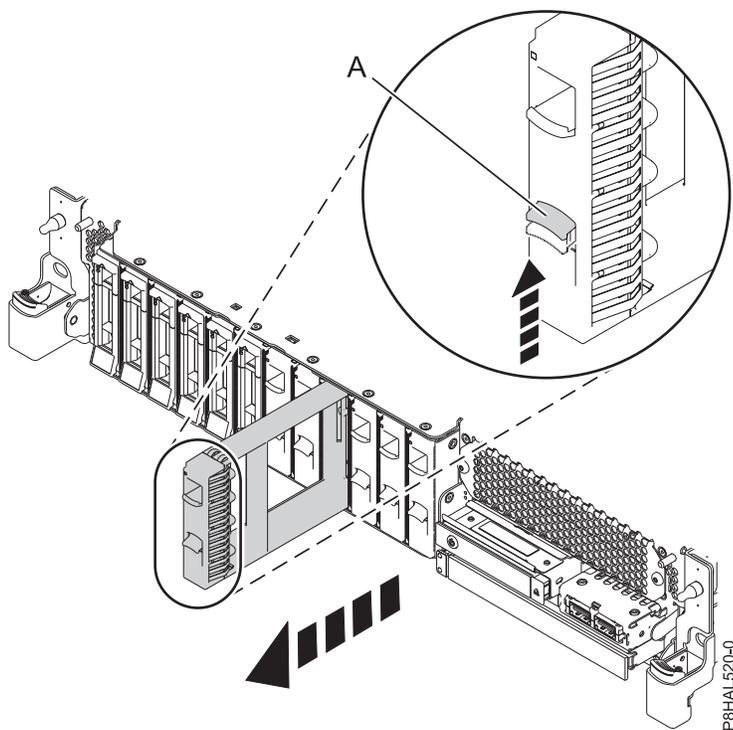
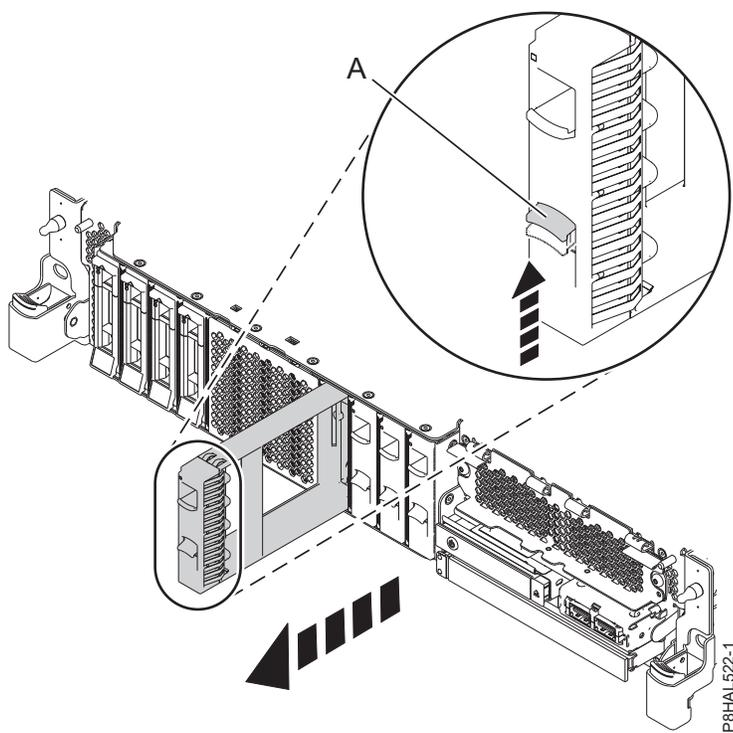

Figura 100. Remover um enchimento de uma unidade de disco de um sistema de função base
Figura 101. Remover um enchimento de uma unidade de disco de um sistema de função expandida
3. Empurre o trinco (A) da pega do enchimento na direcção mostrada em Figura 100 na página 106 e Figura 101 na página 106.